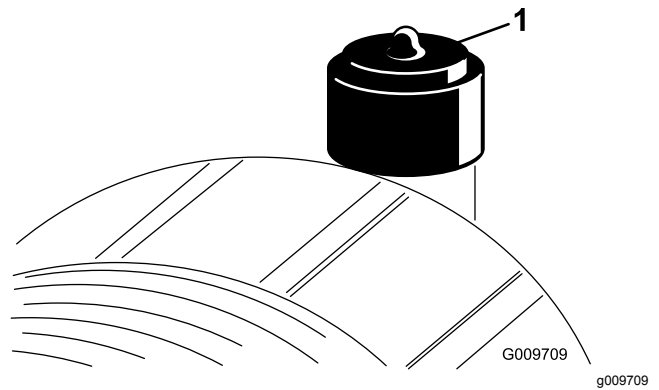

Figura 88
Revise el filtro del limpiador de aire únicamente cuando el indicador de mantenimiento lo requiera (Figura 88). El cambiar el filtro antes de que sea
2. Reinicie el indicador (Figura 88) si se ve rojo.